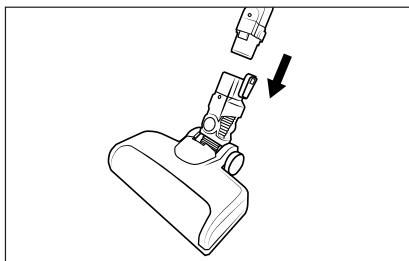

Fig. 2
- Glissez le tube d'aspiration 23 dans la brosse de sol 21 jusqu'à ce qu'il s'enclenche de manière audible avec un clic (voir fig. 2).